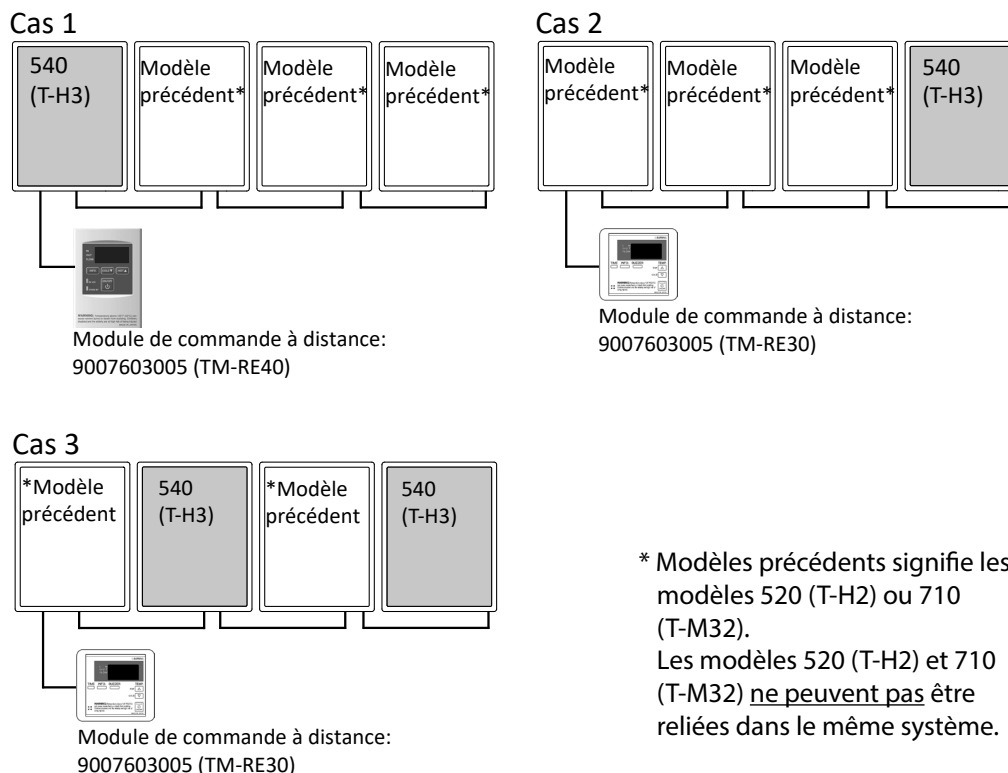

Figure 37 Exemples de bons raccordements Easy-Link
- Le modèle 540 (T-H3) peut être raccordé à un module de commande à distance 100209924 (TM-RE42), mais il n'est PAS compatible avec le module de commande à distance 100112155 (TM-RE30). Voir Figure 37, page 45.
- Le modèle 520 (T-H2) ou 710 (T-M32) peut être raccordé à un module de commande à distance 9007603005 (TM-RE30), mais il n'est PAS compatible avec le module de commande à distance 9007603005 (TM-RE42). Voir Figure 37, page 45.